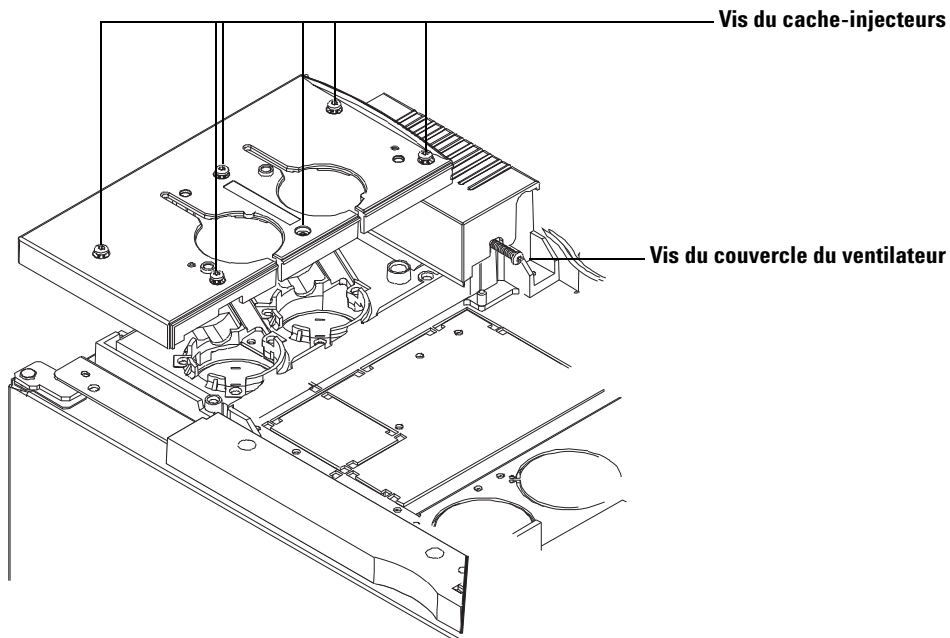

Figure 2 Retrait du capot supérieur du port d'injection et du couvercle du ventilateur des injecteurs (CPG série 6890)
- 1 Desserrez la vis Torx T-20 sur le côté droit du couvercle du ventilateur. Pour connaître l'emplacement de la vis, voir Figure 2 page 33.
- 1 Desserrez complètement les 6 vis Torx T-20 situées sur le dessus du cache (voir Figure 2).